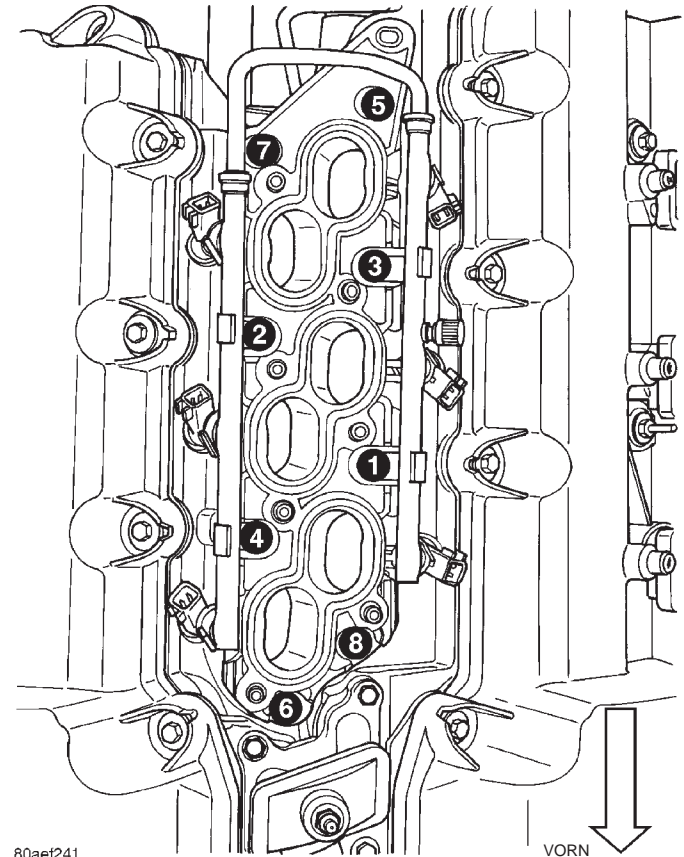

Abb. 11 Anzugsreihenfolge für Ansaugkrümmer-Unterteil
(3) Das Kraftstoffverteilerrohr einschließlich der Einspritzventile einbauen.
(4) Die Ansaugkrümmer-Befestigungsschrauben eindrehen und in der in (Abb. 11) gezeigten Reihenfolge mit einem Anzugsmoment von 12 N·m (105 in. lbs.) festziehen. Die zur Ausrichtung des Ansaugkrümmers verwendete Schraube entfernen.
(5) Die Steckverbinder der Einspritzventile anschließen.